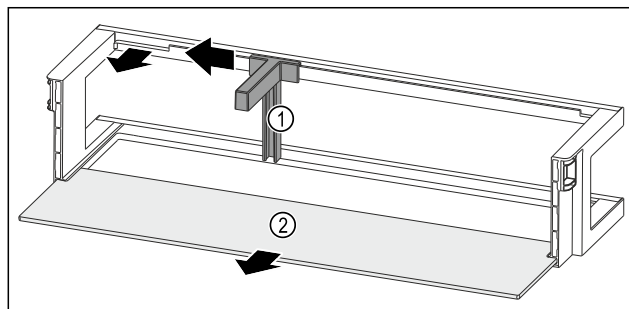

Fig. 51 Ajtópolc palacktartóval és tárolólappal
- ▶ A mélyedésig tolja oldalra a palacktartót Fig. 51 (1).
- ▶ Vegye ki a palacktartót Fig. 51 (1).
- ▶ Vegye ki a tárolólapot Fig. 51 (2).